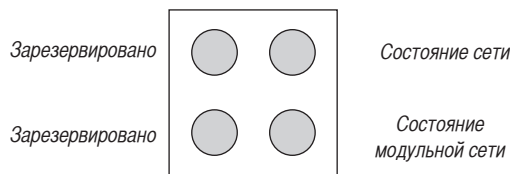

Рис. 9.9. Светодиоды, отражающие состояние сети DeviceNet
Кроме того, плата оснащена еще четырьмя светодиодами, сгруппированными в нижнем правом углу и отражающими состояние сети Fieldbus в соответствии с Рис. 9.9 на стр. 9-6 и Табл. 9.5 на стр. 9-7 (см. ниже).
- Компания HMS Industrial Networks AB разработала коммуникационную плату, которая поставляется вместе с изделием. Как следствие, программное обеспечение конфигурирования сети распознает изделие не как инвертор частоты MVW3000, а как устройство “Axybus-S DeviceNet”, принадлежащее к категории «Коммуникационный адаптер». Разграничение выполняется с помощью сетевого адреса устройства и корректируется в соответствии с Рис. 9.9 на стр. 9-6 и Табл. 9.5 на стр. 9-7.